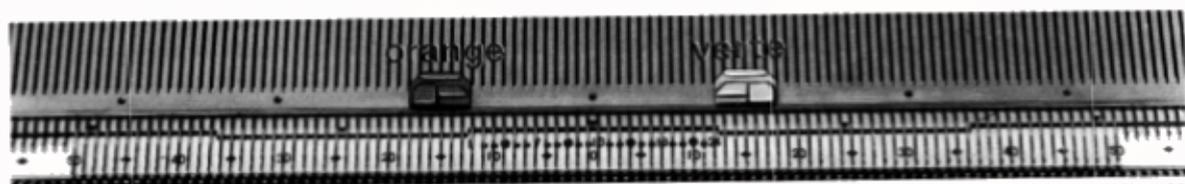

Fig. 122
- 8° Positionner les cames de motif comme fig. 122, c'est-à-dire, une orange à gauche de la 12° aiguille de gauche et une verte à droite de la 12° aiguille de droite. Tricoter.